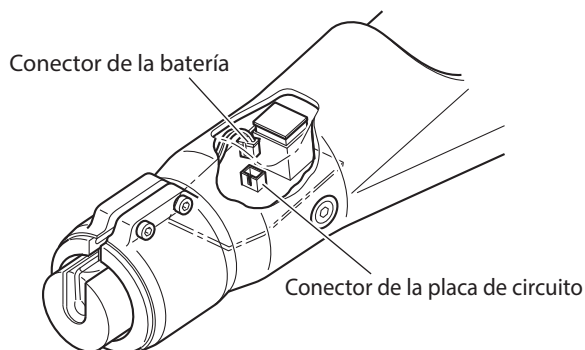

Imagen 21 Extracción del conector de la batería
- 1 Retire el conector de la batería de la placa de circuitos (Imagen 21).
- 9 Inserte el conector de la batería en el conector de la placa de circuito (Imagen 21).